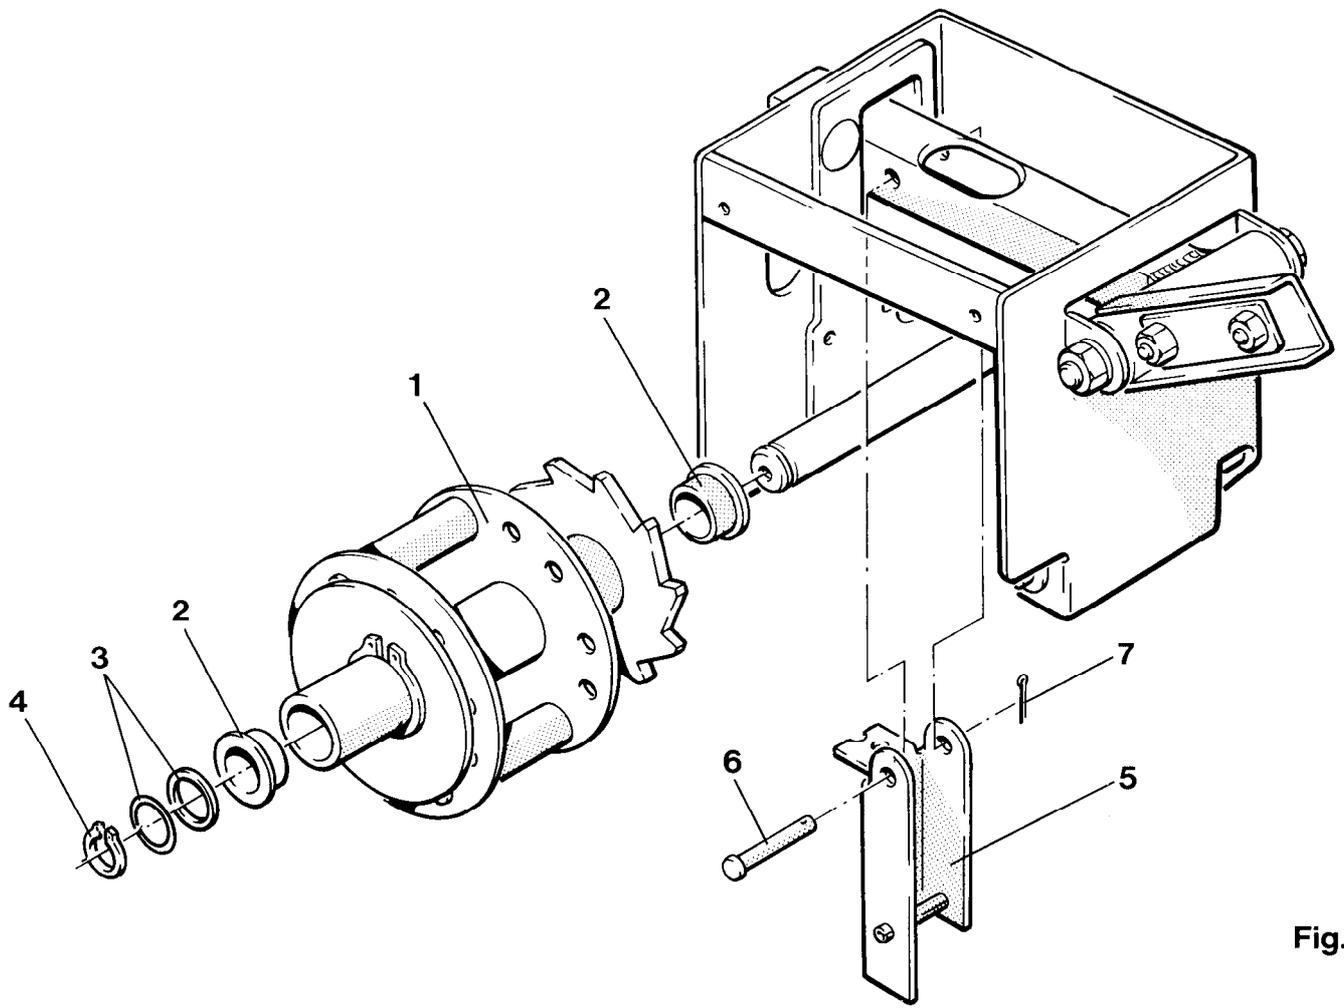

Fig. 23
Vor dem Einbau des kompletten Teilungsrades (Fig. 23/1) die Laufflächen der Bundbuchsen (Fig. 23/2) einfetten und
- komplettes Teilungsrad (Fig. 23/1) auf die Schaltwelle aufschieben und mit Paßscheiben (Fig. 23/3) und Sicherungsring (Fig. 23/4) sichern.
- Zugklinke (Fig. 23/5) mit Absteckbolzen (Fig. 23/6) und einem **neuen** Splint 1,6 x 16, DIN 94 (Fig. 23/7), am Bedienungshebel abstecken.